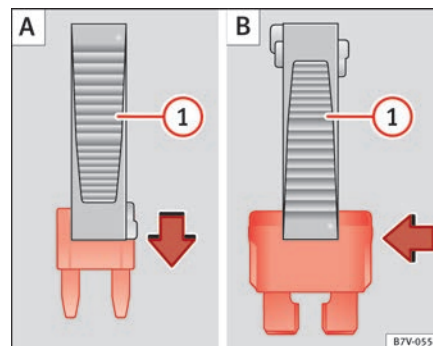

Fig. 202 Extraer o colocar un fusible.
- En el caso de *fusibles pequeños*, encaje la pinza desde arriba ⇒ fig. 202 **A**.